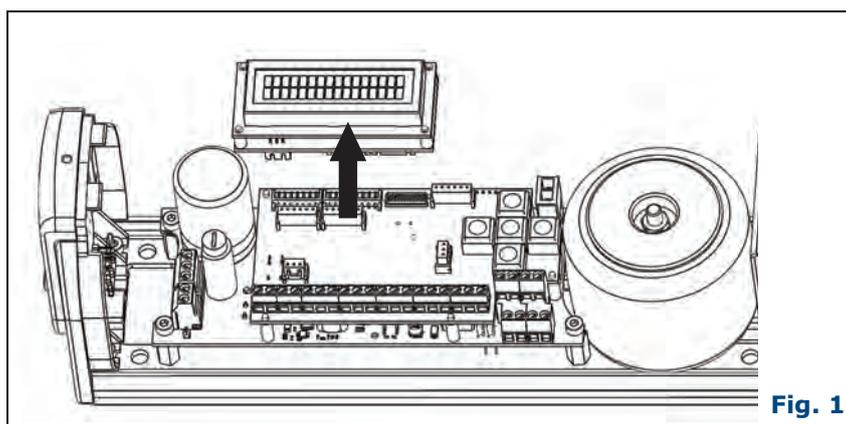

Fig. 1
- 2 - Retirez le module d'affichage à partir de la carte inférieure en tirant vers le haut (fig. 1) ;